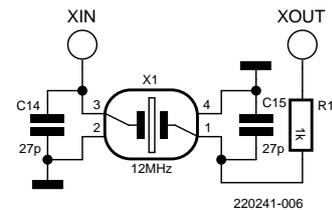

Bild 4. Aufbau des Quarzresonators.
Der RP2040 verfügt über einen eigenen internen Oszillator, so dass er nicht unbedingt eine externe Oszillationsquelle benötigt. Da dieser interne Quarz jedoch nicht so stabil ist wie gewünscht, empfehle ich einen externen 12-MHz-Oszillator (**Bild 4**) wie den Quarzoszillator X322512MSB4SI. Ich habe damals Bauteile verwendet, die am Markt erhältlich waren; Sie können natürlich auch Ihre eigene Auswahl treffen. Die beiden wichtigsten Faktoren, die bei Quarzen zu berücksichtigen sind, sind die Lastkapazität (LC) und der äquivalente Serienwiderstand (ESR). Diese Parameter können Sie dem Datenblatt des Bauteils entnehmen. Der von mir verwendete Oszillator sollte eine Lastkapazität von 20 pF aufweisen. Um diese Anforderung zu erfüllen, habe ich die beiden Kondensatoren C15 und C14 parallel zu XIN und XOUT des Quarzes geschaltet. Ich sehe, dass Sie hier eine Frage stellen wollen! Wie können Sie den geeigneten Kondensatorwert bestimmen? Der gewünschte Wert der Lastkapazität (LC) kombiniert C15 und C14 durch eine einfache Formel: